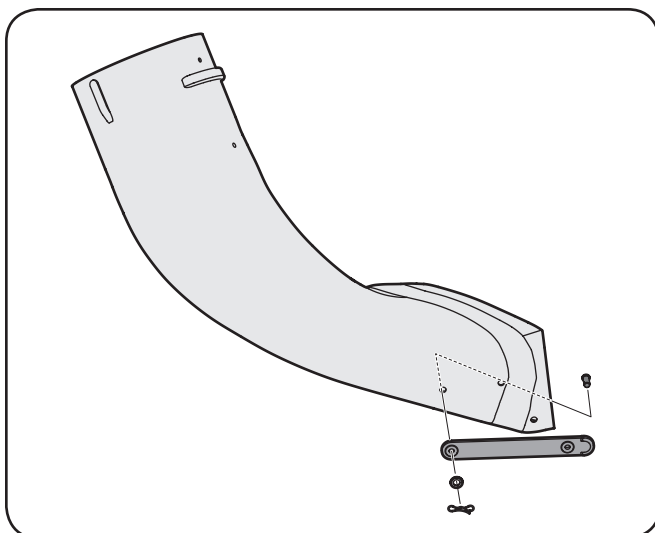

Figure 4-18
9. Installez la courroie de la goulotte de descente en caoutchouc sur le coude de la goulotte de descente à l'aide de l'axe à épaulement, de la rondelle et la goupille fendue de style papillon. Consultez la Figure 4-18.